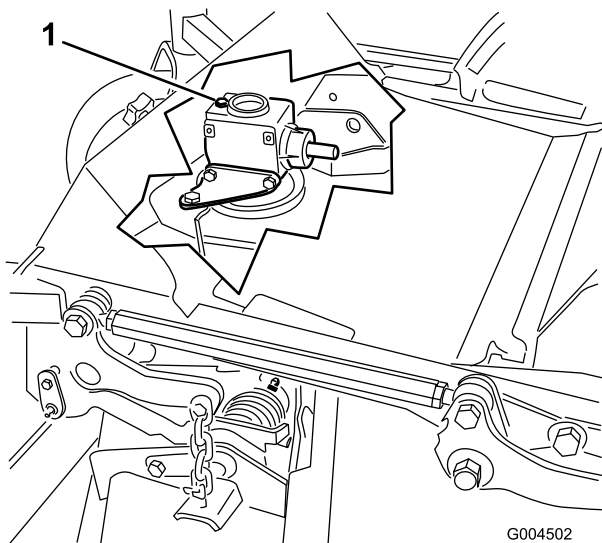

Figure 41
6. Retirez la jauge/le bouchon de remplissage du haut du boîtier d'engrenages (Figure 41) et vérifiez que le niveau de lubrifiant se situe entre les repères de la jauge.
6. Retirez la jauge/le bouchon de remplissage du haut du boîtier d'engrenages (Figure 41).